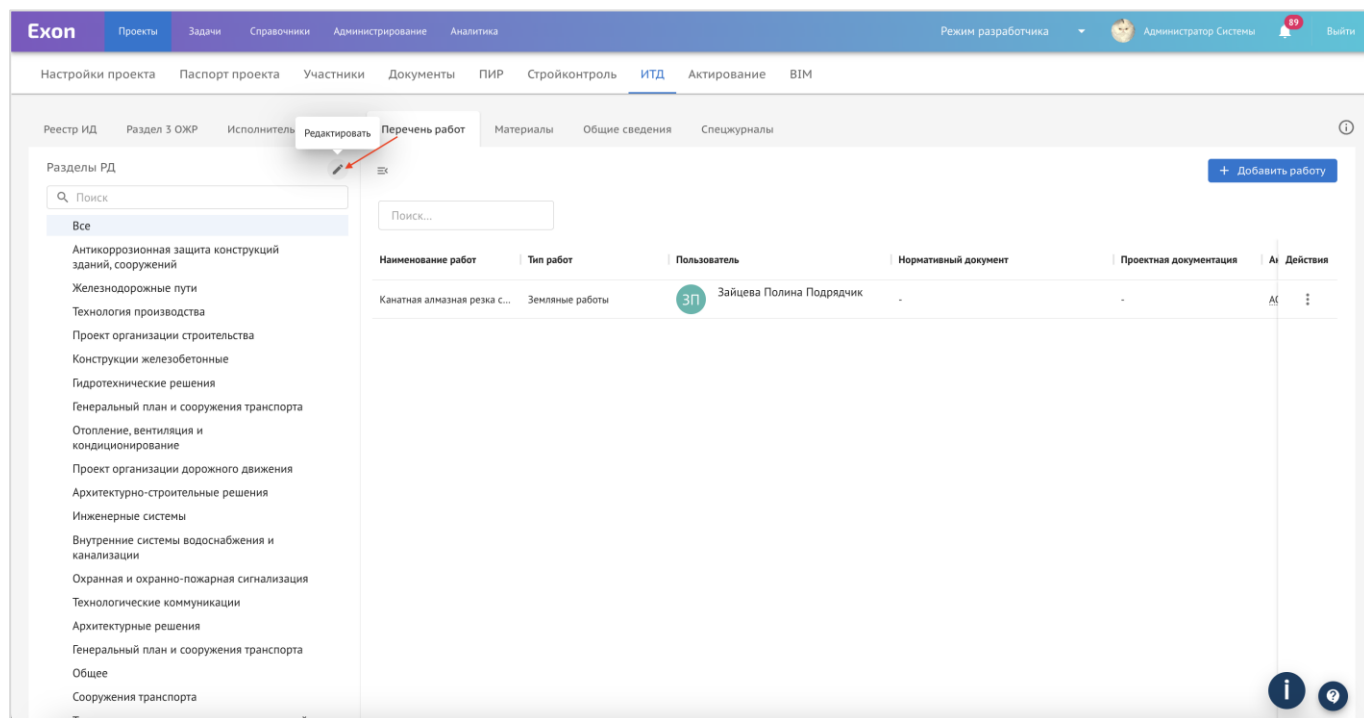

Рис. 25 – Редактирование перечня разделов РД
1. Нажать на карандаш (рис. 25);